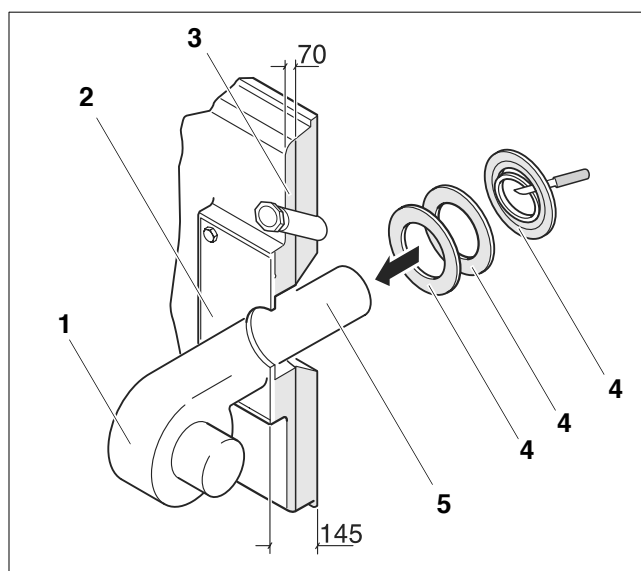

Fig. 39 Montarea arzătorului (dimensiunile sunt în mm)
- Fixați arzătorul (fig. 39, **poz. 1**) pe placă (fig. 39, **poz. 2**).
- Tăiați inelele de izolare (fig. 39, **poz. 4**) corespunzător diametrului tubului arzătorului (fig. 39, **poz. 5**).
- Umpleți spațiile rămase dintre izolația termică a ușii arzătorului (fig. 39, **poz. 3**) și tubul arzătorului (fig. 39, **poz. 5**) cu inelele de izolare ajustate (fig. 39, **poz. 4**).
- Îmbinați racordul de suflare liberă a vizorului cu arzătorul (fig. 39, **poz. 1**), astfel încât să nu apară depuneri pe geamul vizorului.
- Conectați cablul arzătorului la arzător (fig. 39, **poz. 1**).